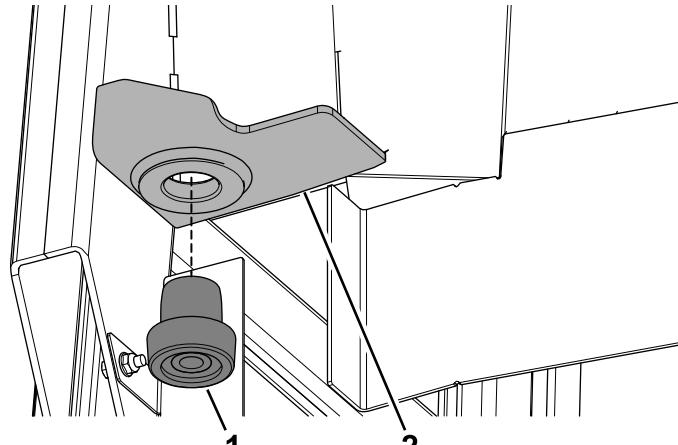

Рисунок 9
1. Запрессуйте резиновый изолятор в отверстие левого заднего крепления на раме кабины (Рисунок 9).